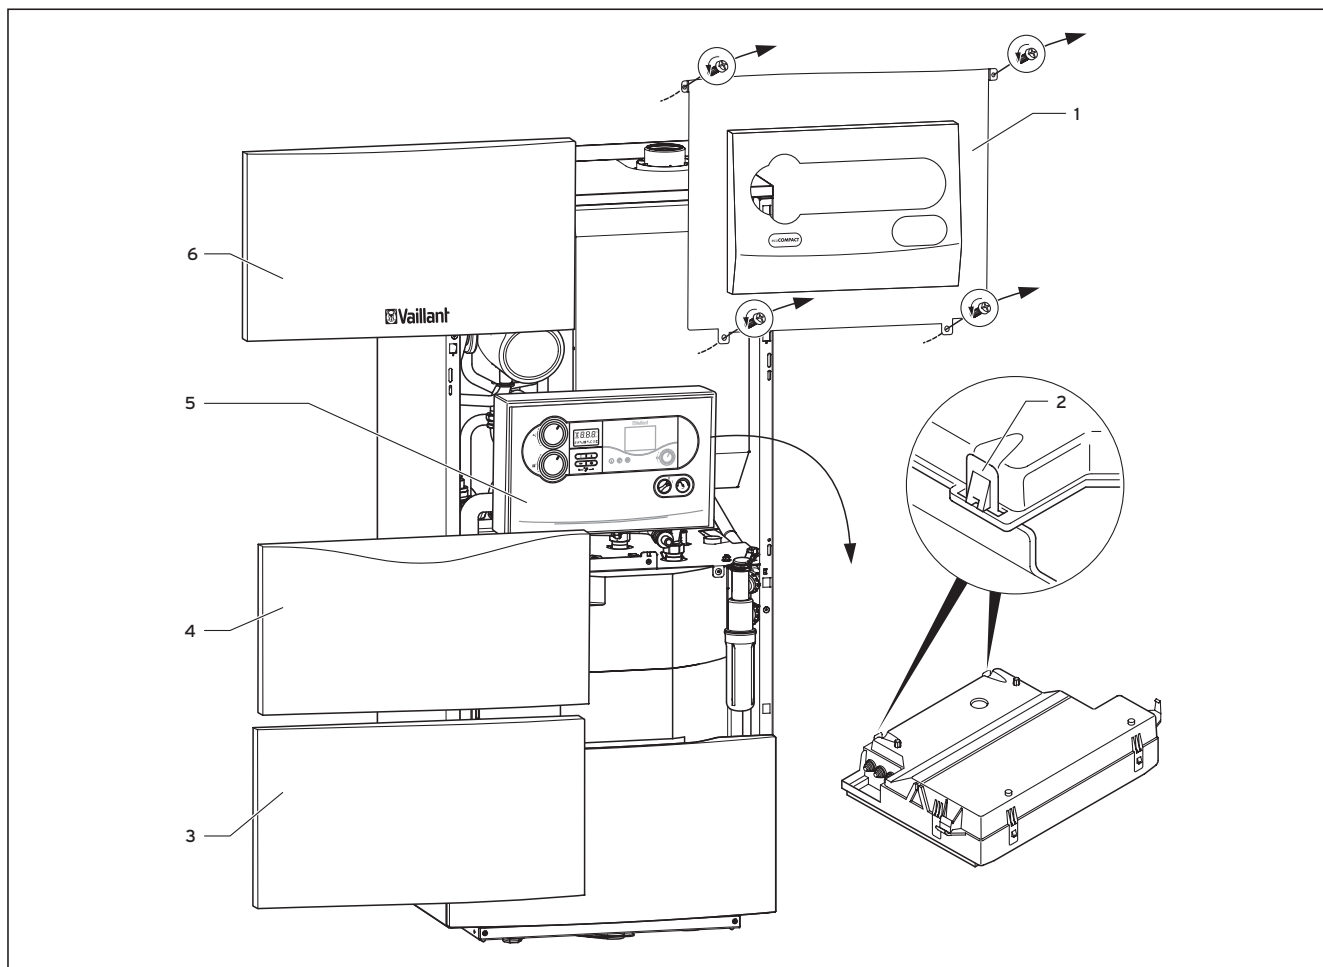

Рис. 5.6 Демонтаж обшивки прибора
- Откройте прибор (ср. рис. 5.6 и указания на стр. 19).
- Отвинтите резьбовое соединение (1) циркуляционной трубы от соединительной детали и закройте патрубок прилегающим уплотнением (3) и колпачком (2).
При соединительной электропроводке соблюдайте следующий порядок действий, см. рис. 5.6: